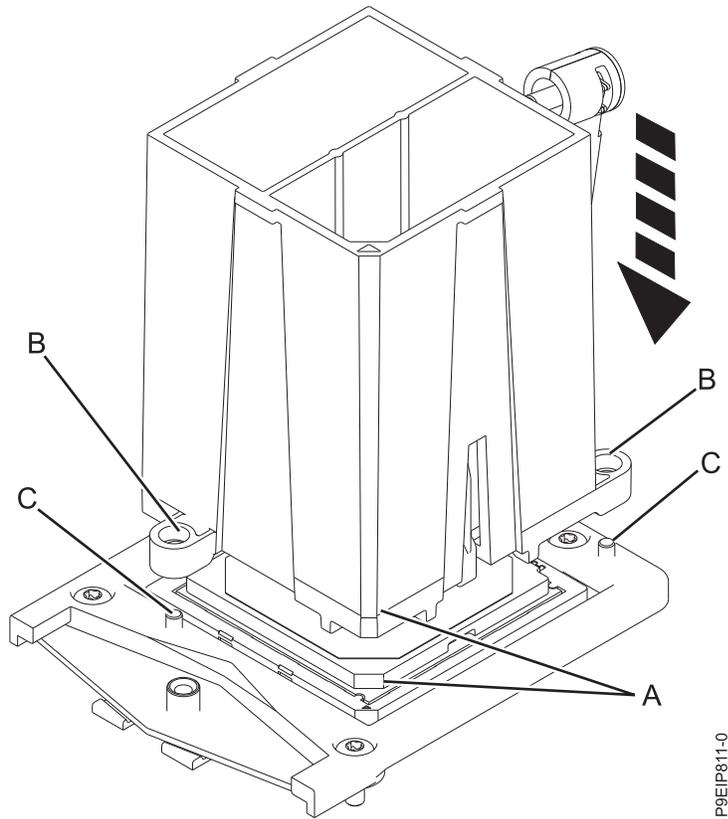

Figura 73. Instalación del módulo del procesador del sistema
12. Baje la herramienta y el módulo del procesador del sistema hasta el receptáculo. Alinee la esquina biselada (**A**) de la herramienta con la esquina biselada del zócalo, tal como se muestra en la Figura 73 en la página 69. Asegúrese de que las dos patillas guía (**C**) se han insertado en los orificios de alineación (**B**) en cada lado de la herramienta. Tenga cuidado cuando baje la herramienta para no inclinarla. No intente deslizar la herramienta y el módulo del procesador del sistema en ninguna dirección mientras el módulo del procesador del sistema toque el receptáculo. Si la herramienta y el módulo del procesador del sistema no están alineados con las patillas de guía, levante la herramienta y el módulo del procesador del sistema y vuelva a colocarlos.